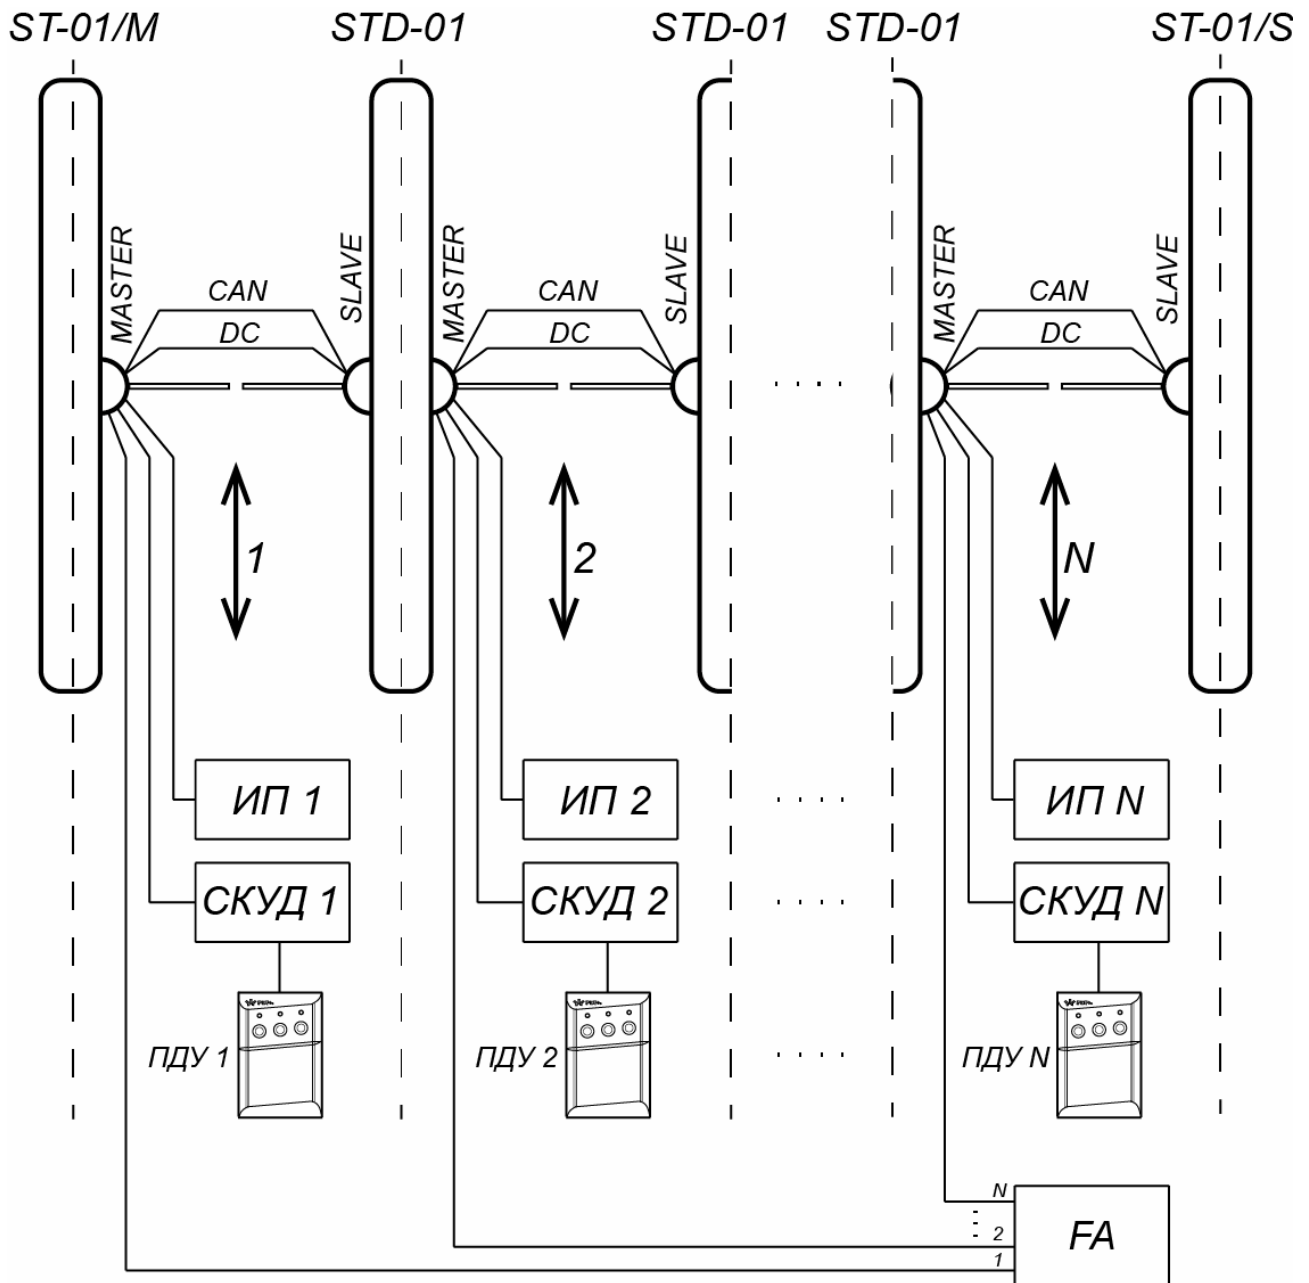
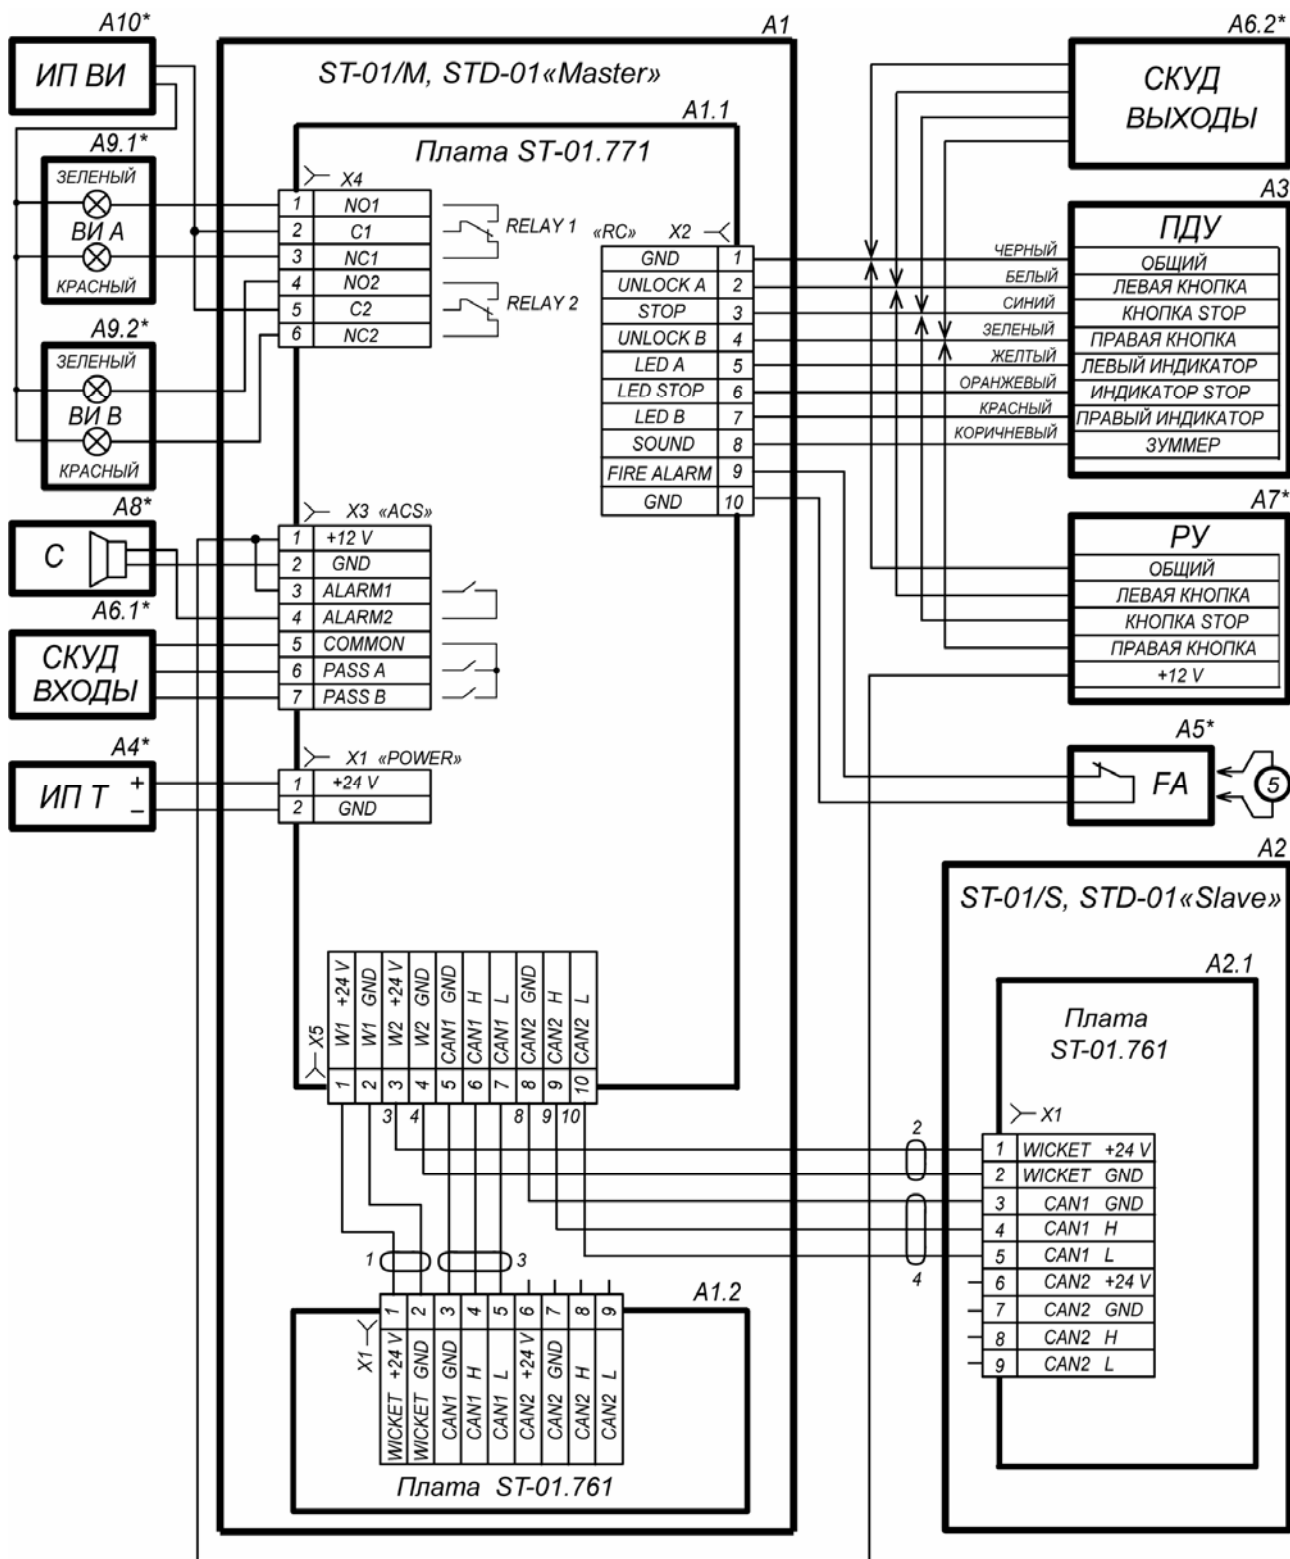

Рисунок 17. Схема соединений турникета PERCo-ST-01 и двусторонних секций PERCo-STD-01 для организации проходной с несколькими зонами прохода
Рисунок 18. Схема электрических соединений турникета¹
Содержание монтажных операций дано с учетом рекомендаций, приведенных в разд. 8.1. Оборудование и инструменты, необходимые при монтаже, перечислены в разд. 8.2. Номера позиций указаны в соответствии с рис. 6 и 7. Схема электрических соединений турникета приведена на рис. 18. Типы кабелей, используемых при монтаже, перечислены в табл. 5. На рис. 17 приведен пример схемы соединений турникета и двусторонних секций при организации проходной с несколькими зонами прохода.
Если нет возможности использовать способ протяжки кабелей кондуктором, при необходимости кабели DC и CAN можно проложить сразу, до начала установки секций. Данные кабели находятся в центральной стойке секции (стороны секции) *Slave* внизу под кожухом. Для этого необходимо распаковать секцию *Slave*, снять кожух с центральной стойки (см. рис. 19), вынуть кабели DC и CAN и отсоединить их от платы управления приводом. На концах жил кабелей имеются маркеры с номерами, соответствующими схеме соединений (рис. 18).
20. Подключите кабели к плате управления первой зоны прохода согласно схеме электрических соединений турникета (см. рис. 9 и рис. 18). Плата расположена в нижней части центральной стойки секции *Master*.
Соединительные кабели DC (2) и CAN (4) подключаются к клеммным колодкам **X5** платы управления секции *Master* и **X1** платы привода секции *Slave* в соответствии с маркировкой их жил (см. рис. 18).